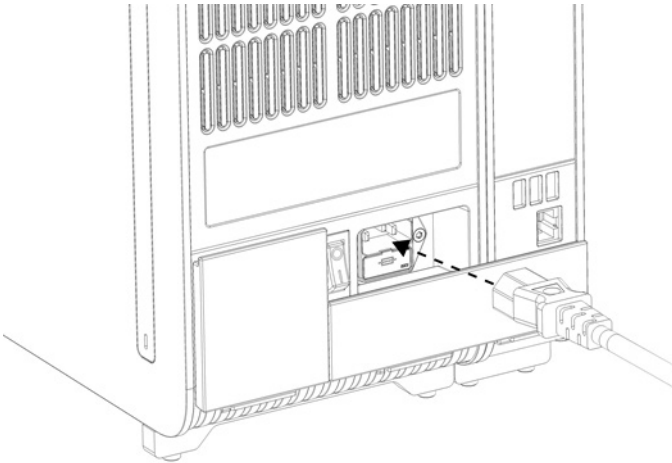

Figura 10. Conectarea cablului de alimentare.
7. Conectați cablul de alimentare livrat împreună cu QIAstat-Dx Analyzer 1.0 în partea din spate a modulului analitic (Figura 10).